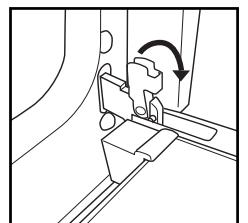

Fig.1
2. Løft opp de to stopperne og trykk dem forover så langt de går (fig. 1).